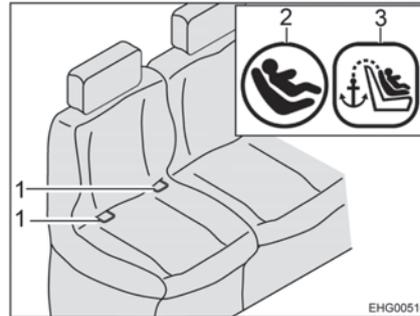
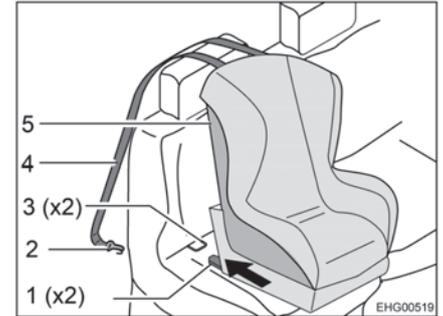

Fig. 8 Sedile con Isofix
Fig. 9 Fissaggio con Top Tether
- Innestare i braccetti di ritenuta (Fig. 9,1) nella staffa di supporto (Fig. 8,1 e Fig. 9,3). Al momento dell'innesto dovrebbe essere possibile sentire un "clic".
- Scuotere con decisione il seggiolino per bambini (Fig. 9,5) per verificare che sia ben fissato.
- Portare la cintura Top Tether (Fig. 9,4) sul poggiatesta del sedile.
- Agganciare il gancio di fissaggio (Fig. 9,2) al punto di ancoraggio sul retro del sedile del veicolo.